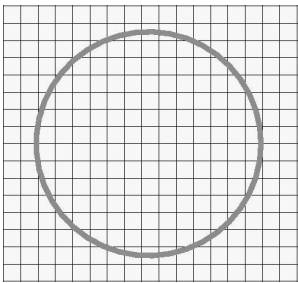

图 7-25 绘制一个圆
- 1) 选择菜单栏中的“放置”→“圆弧”命令，在电路板上绘制一个圆，如图 7-25 所示。